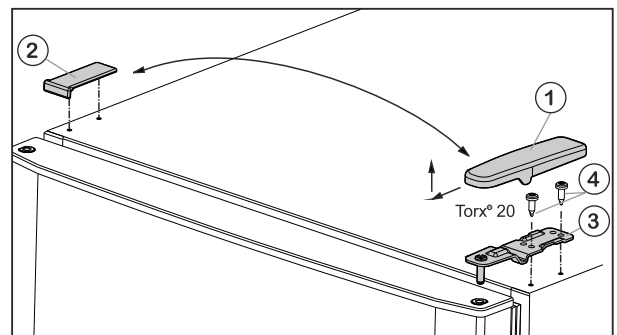

Fig. 6
- ▶ Kryt Fig. 6 (1) odoberte smerom dopredu a hore.
- ▶ Kryt Fig. 6 (2) nadvihnite.
- ▶ Hornú ložiskovú konzolu *Fig. 6 (3)* odskrutkujte (2 x Torx® 20) *Fig. 6 (4)* a odoberte smerom hore.
- ▶ Vrchnú ložiskovú konzolu *Fig. 6 (3)* nasadíte na novej strane závesu do dverí.
- ▶ Hornú ložiskovú konzolu **pevne (pomocou krútiaceho momentu 4 Nm)** priskrutkujte (2x Torx® 20) *Fig. 6 (4)*. V prípade potreby použite akumulátorový skrutkovač.
- ▶ Kryt *Fig. 6 (1)* nasadíte na opačnú stranu zvonka a zaklapnete.
- ▶ Kryt *Fig. 6 (2)* nasadíte vždy na opačnú stranu zhora a zaklapnete.